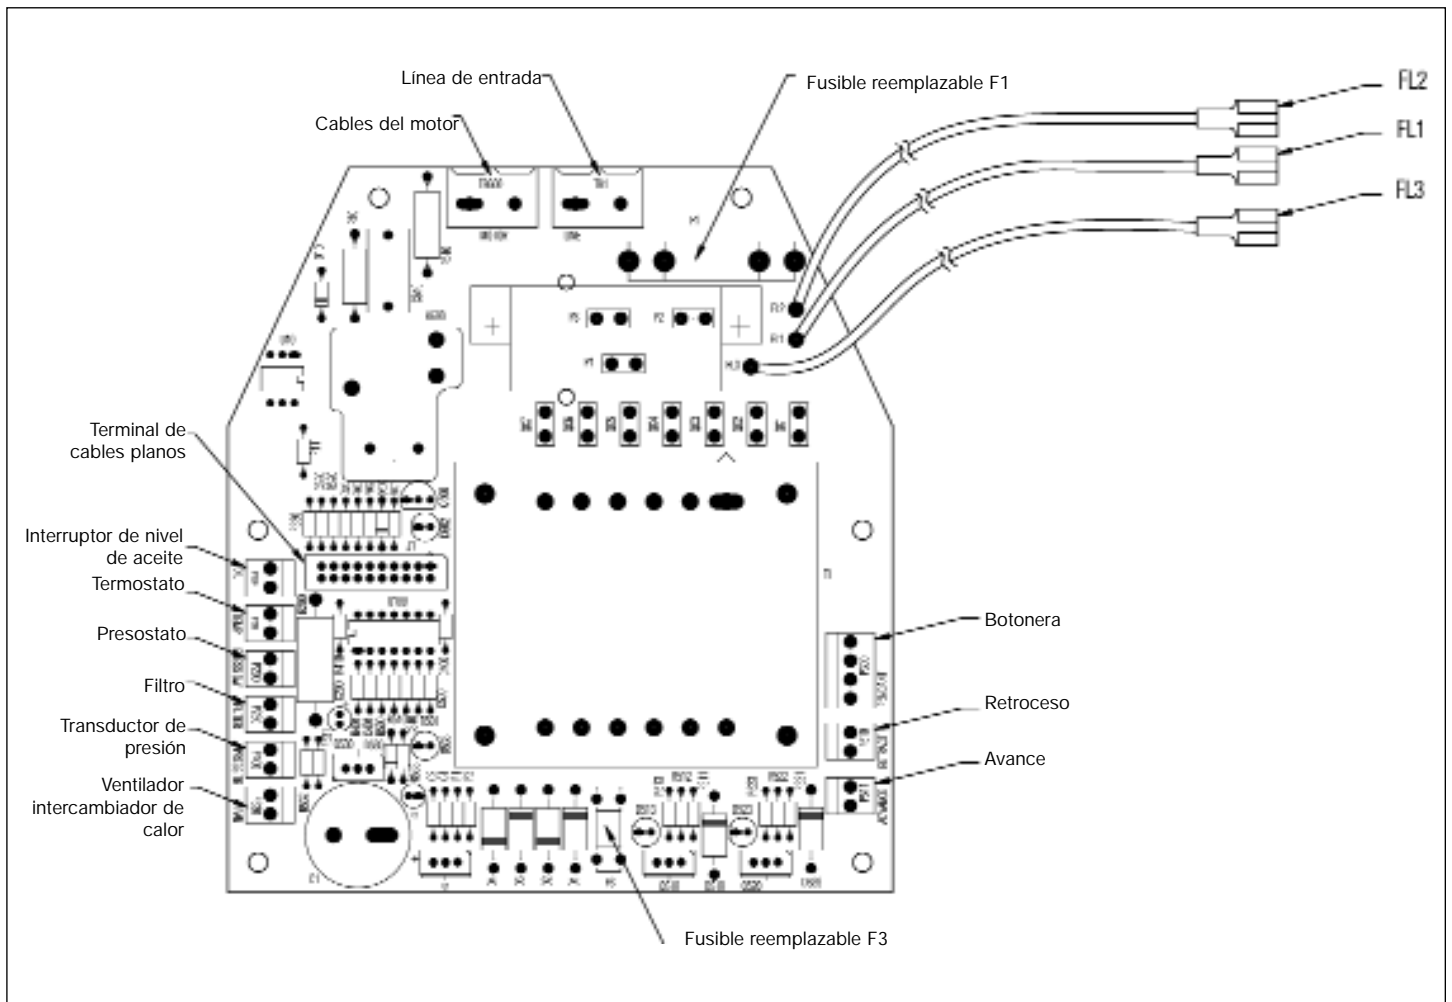

Figura 12, Configuración del Panel de Suministro Eléctrico
El transductor de presión, el intercambiador de calor, el presostato, la botonera ó el pedal y las bobinas (A) y (B) de las válvulas tienen conectores adecuados para la conexión al panel de suministro eléctrico (Figura 12).
Desconectar la unidad de la red eléctrica antes de abrirla. Desmontar el lado de la cubierta con el LCD y un tapón pequeño del frontal. Dirigir el cable por el soporte frontal, conectar al panel eléctrico (Véase Figura 12), y asegurar la protección contra tirones. Montar la cubierta.
Desconectar la unidad de la red eléctrica antes de abrirla. Desmontar el lado de la cubierta con el LCD y un tapón pequeño del frontal. Pasar el cable del presostato a través del soporte frontal, conectar al panel de alimentación (véase figura 12) y asegurar la protección contra tirones. Montar la cubierta.